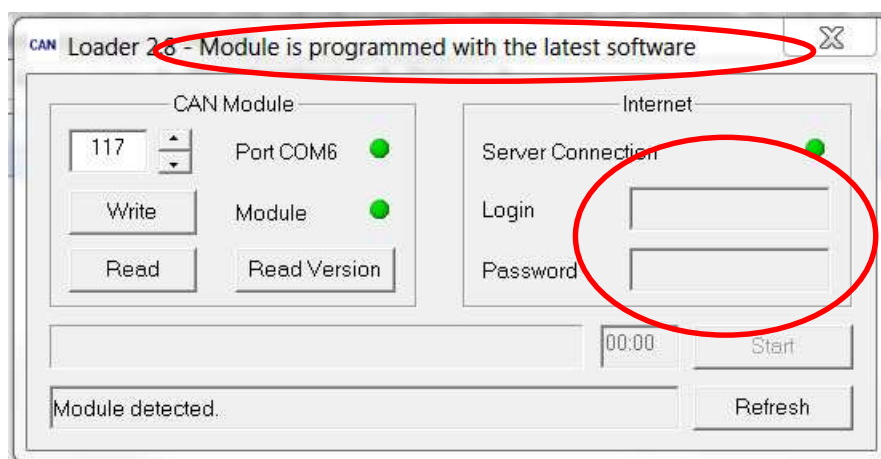

Рис.2
- если для модуля обновление не требуется, то появится надпись **Module is programmed with the latest software**, а окна **Login** и **Password** будут неактивными (см. рисунок 2)